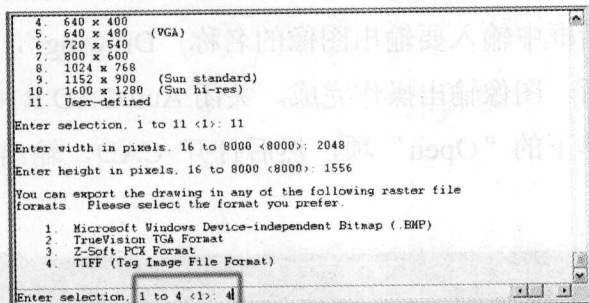

图 2-6
(5) 确定后会在文字窗口中弹出“Please select the format you prefer”信息行，让你选择所要的图像格式。如图 2-6 所示，系统提供了四种图像格式：BMP、TGA、PCX 和 TIFF。我们选择第四种“TIFF (Tag Image File Format)”格式，在下面的“Enter Selection.1 to 4 (1)”提示行后输入“4”，然后按【回车】键确定。